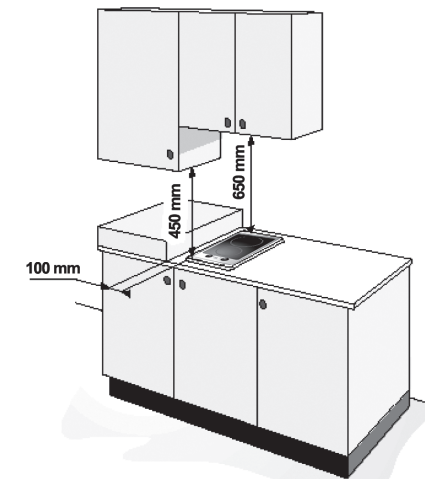

Fig. 3
- Introduceți cablul în clema de fixare (fig. 3) și conectați firele la blocul de conexiuni.